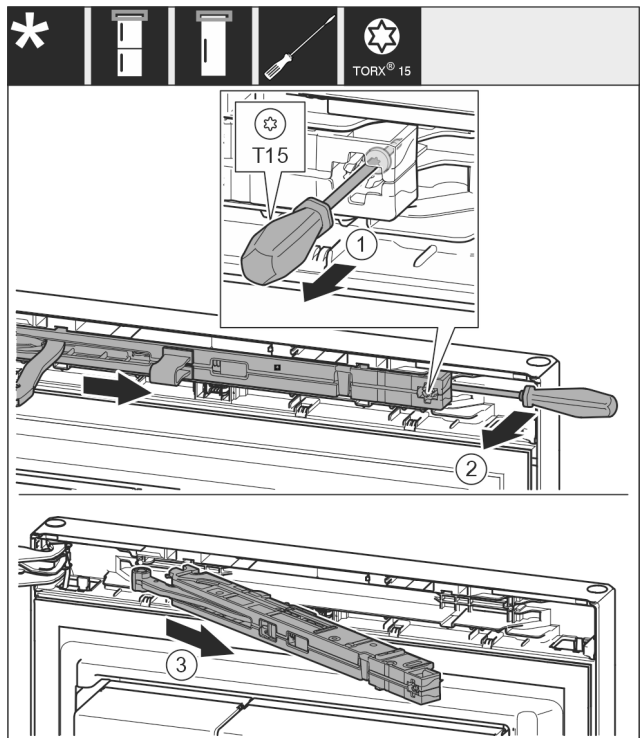

Fig. 13
- ▶ Ослабьте винт Fig. 13 (1) на узле амортизатора закрывания двери с помощью отвертки на 14 мм.
- ▶ При помощи отвертки отведите узел амортизатора закрывания двери Fig. 13 (2) со стороны ручки вперед.
- ▶ Извлеките узел амортизатора закрывания двери Fig. 13 (3).